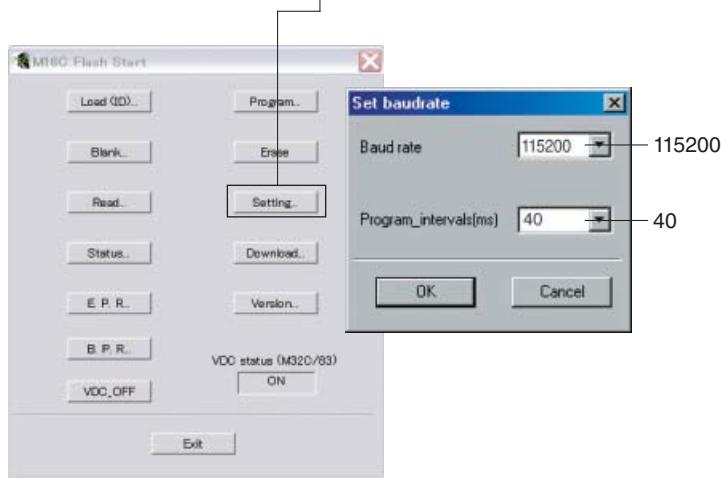

Fig. 4
5. Click [Setting], and set the baud rate. (Fig. 4)
5. [Setting] をクリックし、通信速度の設定を行います。 (Fig. 4)